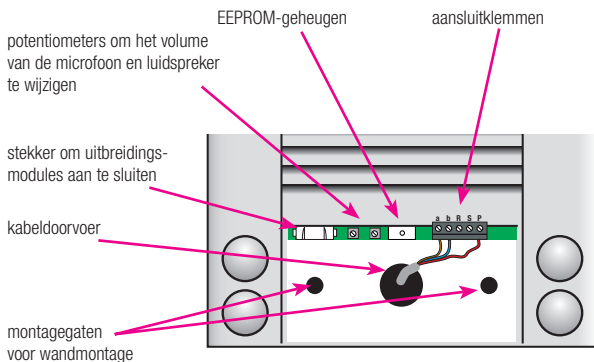

Fig. 2: aansluitklemmen en montagegaten zichtbaar maken
3. Schuif de naamplaat naar onder, zodat de aansluitklemmen zichtbaar worden (fig. 2).
Om de audiobuitenpost uit te breiden met meer bedrukknoppen, sluit je één of meerdere uitbreidingsmodules aan op de audiobuitenpost. Niko raadt aan om uitbreidingsmodules te nemen die even groot zijn als de audiobuitenpost (zie hoofdstuk 6). De uitbreidingsmodule sluit je aan op de audiobuitenpost door de verbindingkabel van de uitbreidingsmodule aan te sluiten op de daarvoor voorziene stekker op de audiobuitenpost (fig. 2 en 3).
Het volume van de microfoon (aan de binnenpost) en de luidspreker (aan de audiobuitenpost) kan geregeld worden met de potentiometers op de printplaat van de audiobuitenpost (fig. 2 en 3). Draaien naar links vermindert het volume, draaien naar rechts verhoogt het volume.